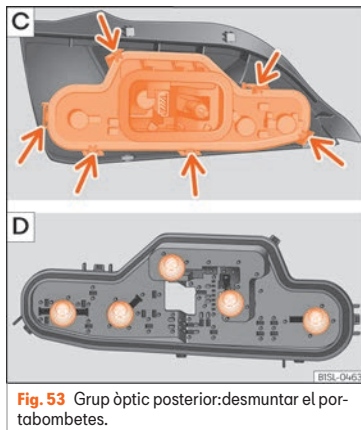

Fig. 53 Grup òptic posterior: desmuntar el portabombetes.
- Desbloquegeu el portabombetes a les brides de bloqueig (fletxa) »» fig. 53 [C] i extraieu el portabombetes del llum posterior.
- Substituiu la bombeta avariada per una bombeta nova idèntica »» fig. 53 [D].
- Colloqueu el portabombetes en el grup òptic posterior. Les llengüetes de bloqueig (fletxa) han de quedar encastades de forma audible »» fig. 53 [C].